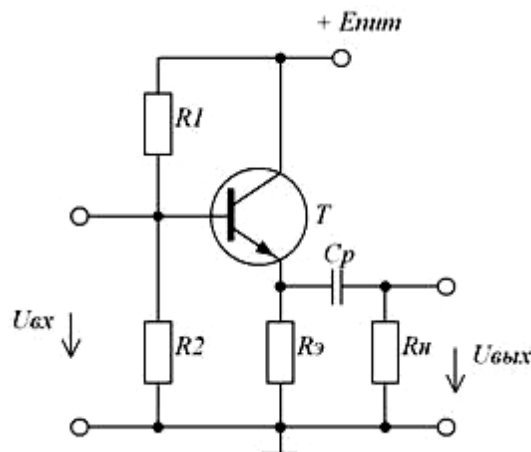

Рис.1.2. Схема транзисторного усилителя с общим коллектором
2) схемы с общим коллектором - ОК (эмиттерный повторитель) (рис.1.2);